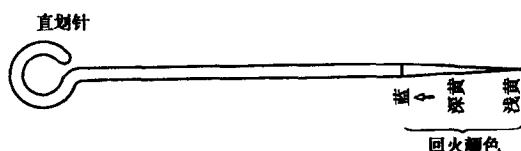

图 1-17
- (1)划针:普通划针是工具钢做的,经淬火,并回火至 600°C 左右(图 1-17)。